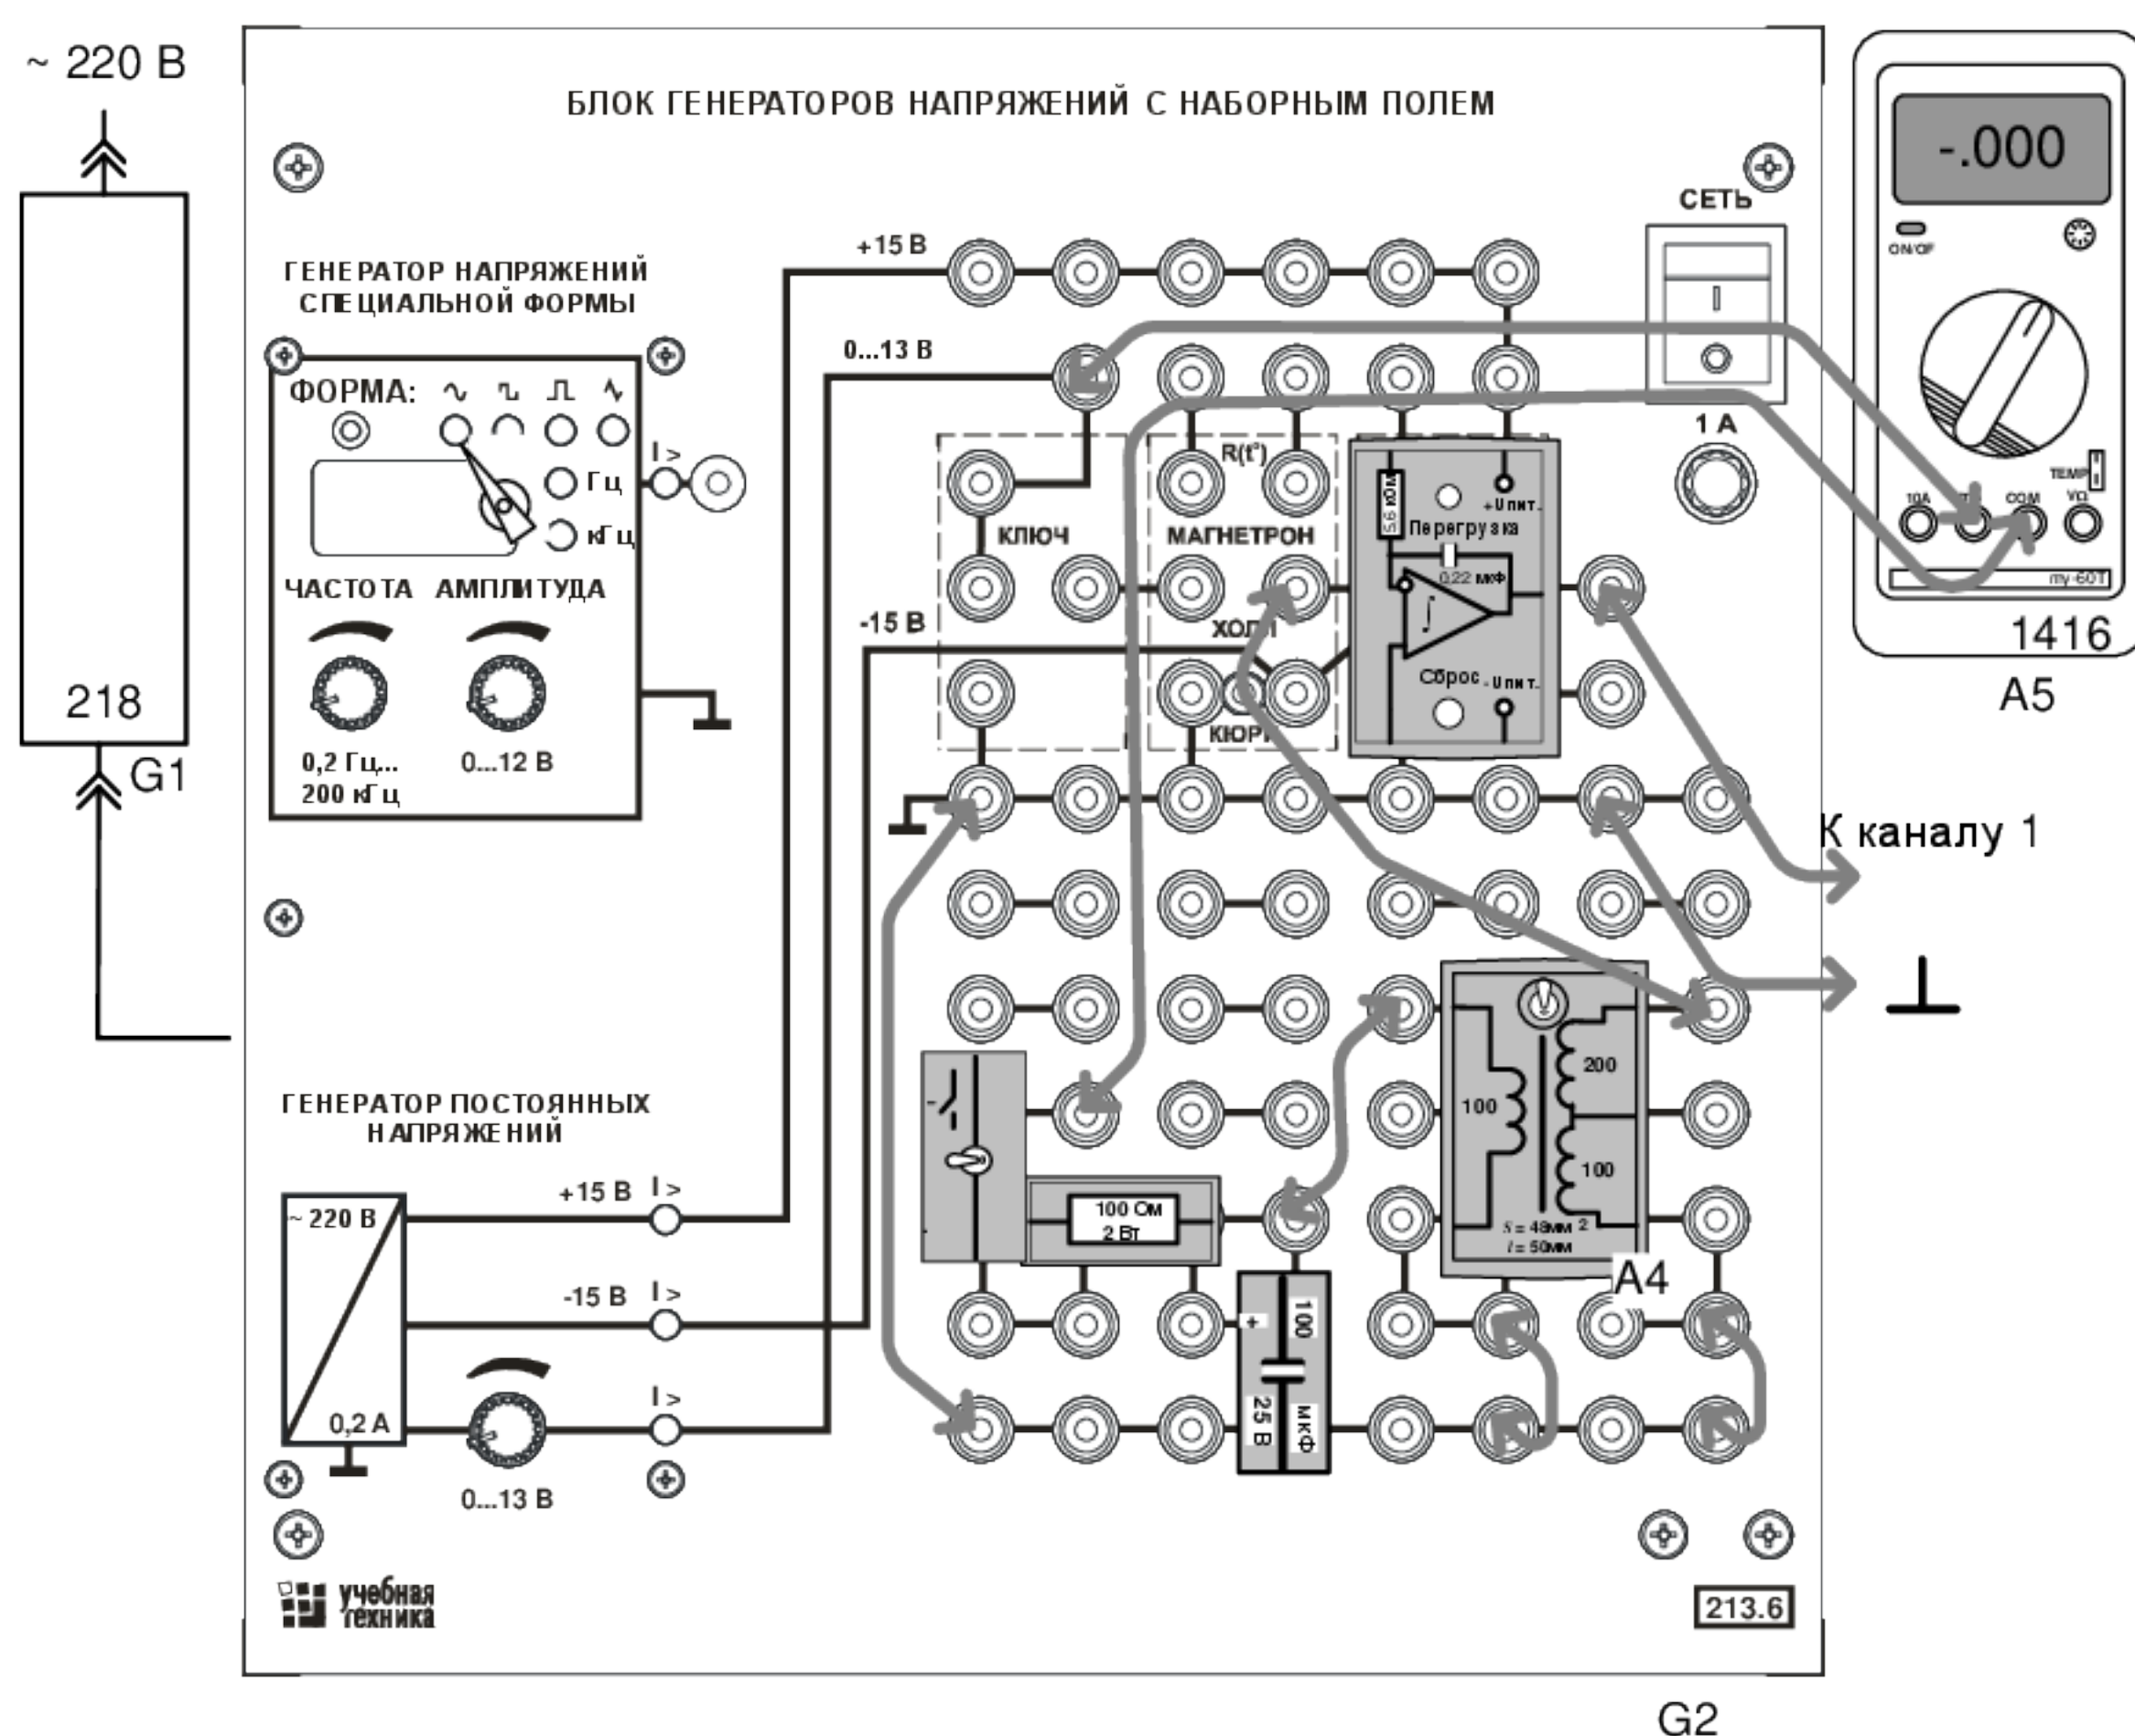

Рисунок 7.2 – Монтажная схема для снятия начальной кривой намагничивания
Цепь собирается на наборном поле блока генераторов напряжений как показано на монтажной схеме (рис. 7.2). Причём, миниблок «Интегратор» устанавливается в наборную панель точно на отведённое для его место. Тогда к интегратору автоматически подводятся напряжения питания «+» и «-» 15 В.
- Соедините аппаратуру в соответствии со схемой электрической соединений (рис. 7.2). *При подключении осциллографа аттенюаторы пробника-делителя установите в положение '1. Для подключения пробника-делителя к цепи используйте подпружиненные щипцы из комплекта аксессуаров.*
- Включите устройство защитного отключения и автоматический выключатель в однофазном источнике питания G1 (218).